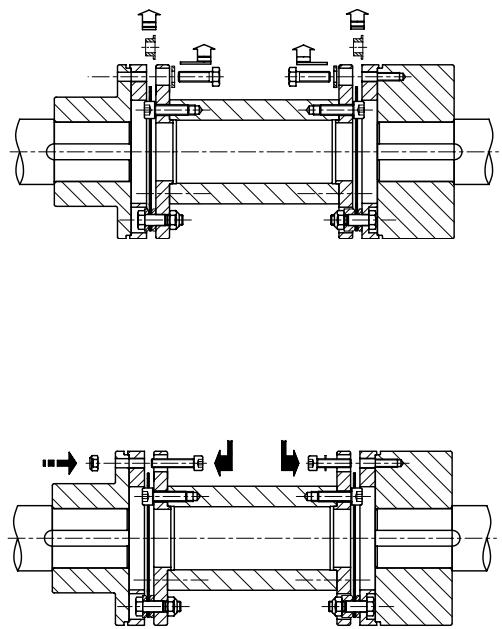

FIG. 5
1.8 Monter les 6 vis (5) et rondelles (6) ou les 6 vis et écrous (7) (suivant le cas) dans chaque moyeu (fig. 5). Serrer les vis (5) ou (7) uniformément au couple T5. Voir tableau pour le couple de serrage (T5 en Nm).
1.8 Monteer de 6 schroeven (5) en ringen (6) of de 6 schroeven en onderlegplaatjes (7) in iedere naaf (fig. 5). Draai de schroeven (5) of (7) gelijkmatig vast (aanhaalmoment T5). Zie tabel voor juiste aanhaalmoment (T Nm).
1.8 Engage the 6 screws (5) and rings (6) or the 6 screws and washers (7) in each hub (fig. 5). Tighten the screws (5) or (7) uniformly (tightening torque T5). See tabulation for correct tightening torque (T Nm).
1.8 Montera de 6 skruvarna (5) och ringarna (6) eller de 6 skruvarna och brickorna (7) i varje nav (fig. 5). Drag åt skruvarna (5) eller (7) likformigt (åtdragningsmoment T5). Se tabell för korrekt åtdragningsmoment.
1.8 Montieren Sie in jede Nabe 6 Schrauben (5) und Sicherungsring (6) oder 6 Schrauben (7) mit Scheibe (fig. 5). Anzugsmoment T5 in Nm gemäß Tabelle.
1.8 Introdurre le 6 viti (5) e gli anelli (6) o le 6 viti e le rondelle (7) in ogni mozzo (fig. 5). Avvitare le viti (5) o (7) in modo uniforme (coppia di serraggio T5). Vedere la tabella per la coppia di serraggio (T Nm).